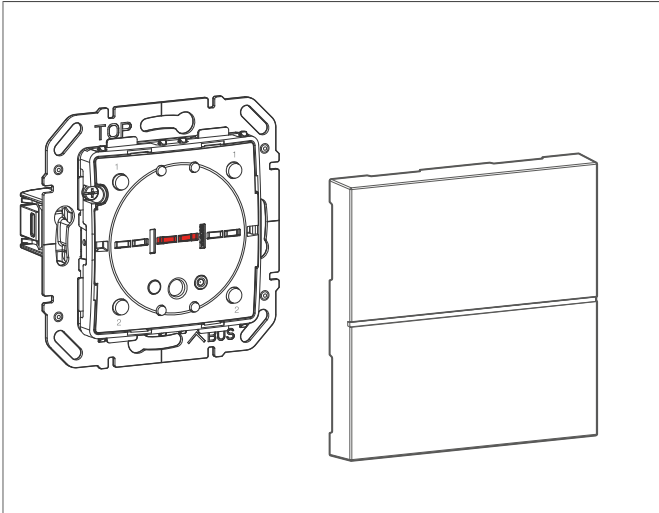
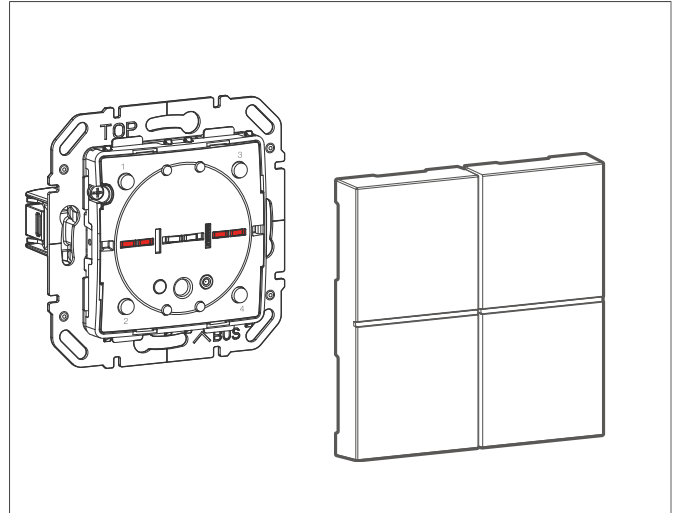

Bild 2: Tastsensor 1-fach, Abdeckung mit 2 Tasten
Bild 3: Tastsensor 2-fach, Abdeckung mit 4 Tasten
- Status-LED je nach Ausführung des Geräts (Bild 2 und Bild 3)